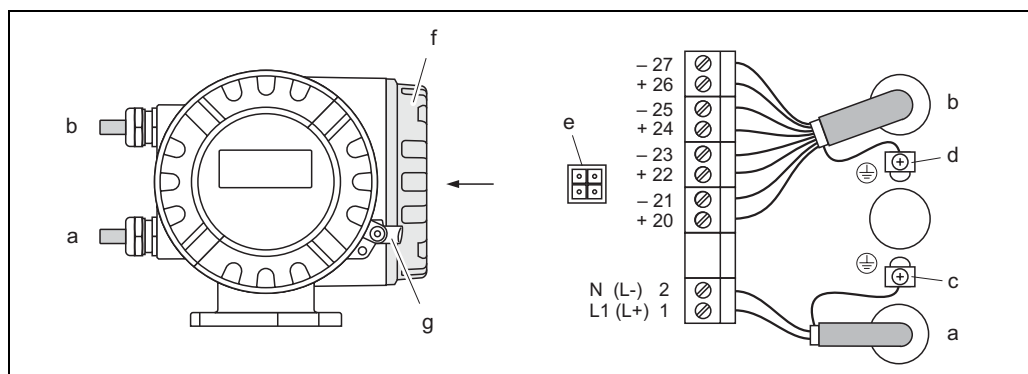

Fig. 22 : Raccordement du transmetteur (boîtier de terrain en aluminium)
- Schéma de câblage (boîtier aluminium) → Fig. 22